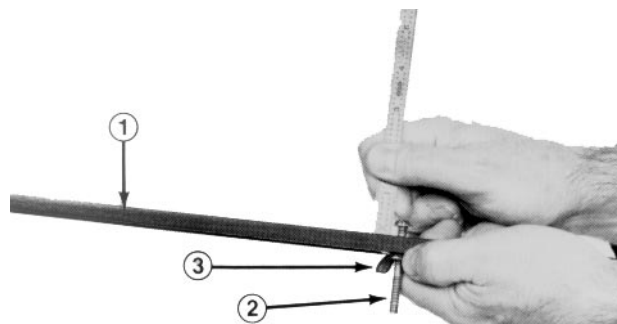

Fig. 7
3. Allentare il dado della barra di riferimento (Fig. 7) e spostare la vite di regolazione all'altezza di taglio richiesta. La distanza tra la base della testa della vite e la superficie della barra corrisponde all'altezza di taglio.